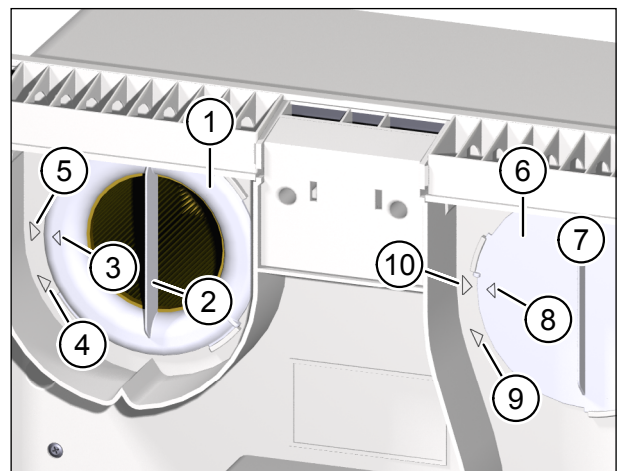

Abb. 13: Filterring und Filterdeckel einsetzen
- ▶ Setzen Sie den Filterring (Pos. 1 in Abb. 13) auf den Abluftfilter auf. Achten Sie darauf, dass der Filterring bündig auf der Zwischenplatte aufliegt.
- ▶ Achten Sie darauf, dass der Filterring so orientiert ist, dass der Pfeil auf dem Filterring (Pos. 3 in Abb. 13) mit dem Pfeil der Entnahmeposition (Pos. 4 in Abb. 13) fluchtet.
- ▶ Drehen Sie den Filterring im Uhrzeigersinn bis der Pfeil auf dem Filterring (Pos. 3 in Abb. 13) mit dem Pfeil der Arretierposition (Pos. 5 in Abb. 13) fluchtet.
- ▶ Setzen Sie den Filterdeckel (Pos. 6 in Abb. 13) auf den Zuluftfilter auf. Achten sie darauf, dass der Filterdeckel bündig auf der Zwischenplatte aufliegt.
- ▶ Achten Sie darauf, dass der Filterdeckel so orientiert ist, dass der Pfeil auf dem Filterdeckel (Pos. 8 in Abb. 13) mit dem Pfeil der Entnahmeposition (Pos. 9 in Abb. 13) fluchtet.
- ▶ Drehen Sie den Filterdeckel im Uhrzeigersinn bis der Pfeil auf dem Filterdeckel (Pos. 8 in Abb. 13) mit dem Pfeil der Arretierposition (Pos. 10 in Abb. 13) fluchtet.
- ▶ Kontrollieren Sie die Position von Filterring (Pos. 1 in Abb. 13) und Filterdeckel (Pos. 6 in Abb. 13). Die Griffleisten (Pos. 2 und 7 in Abb. 13) müssen senkrecht stehen.